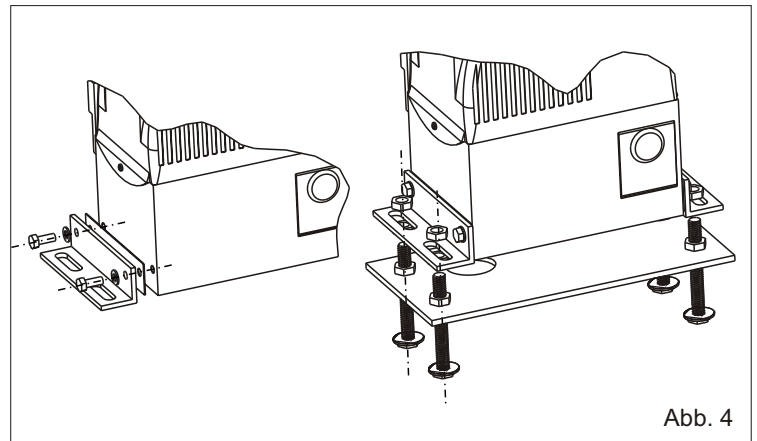
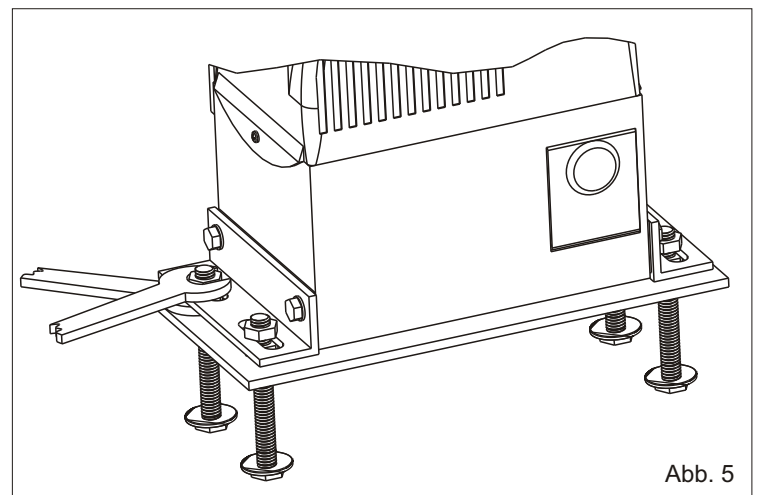

Abb. 4
Abb. 5
4.1. Die seitlichen Befestigungsecken mit den mitgelieferten Schrauben (Abb. 4) an den Untersetzungsantrieb befestigen.
4.2. Den Antrieb an die Grundplatte befestigen und dabei die Seitenposition und seine Höhe einstellen (Abb. 4 - Abb. 5) entsprechend der in Abb. 2 angegebenen Masse.